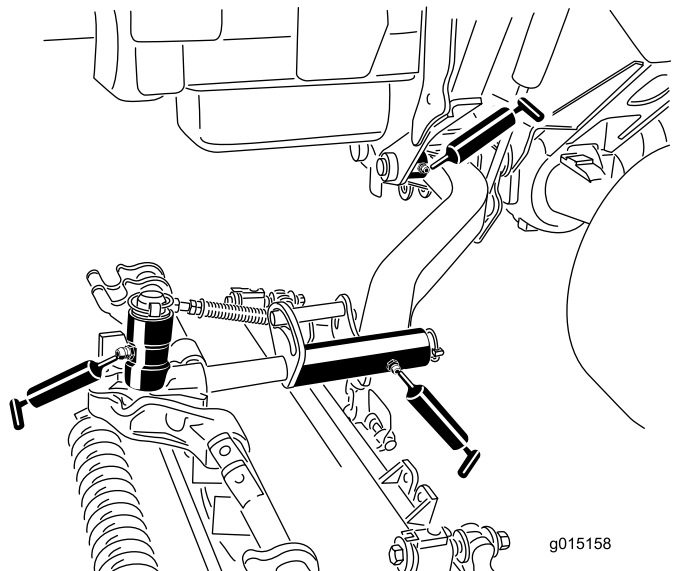

Рисунок 71
- Втулки осей поворота подъемных рычагов (по 1 шт. на режущий блок) (Рисунок 71)
- Несущая рама режущего блока (по 2 шт. на режущий блок) (Рисунок 71)
- Ось поворота подъемного рычага режущего блока (по 1 шт. на режущий блок) (Рисунок 71)